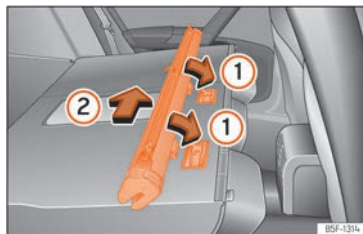

Fig. 141 Monter le filet de séparation sur le dossier de la banquette arrière.
- Placez la structure du filet sur les renforcements des rails de fixation dans le sens des flèches »» fig. 141 ①.
- Poussez la structure vers le côté gauche du véhicule dans le sens de la flèche »» fig. 141 ② et jusqu'à la butée.
- Tirez la structure du filet de 5 cm environ dans le sens contraire à celui de la flèche »» fig. 141 ②.
- Retirez la structure du rail de maintien en tirant dans le sens contraire à celui des flèches »» fig. 141 ①.